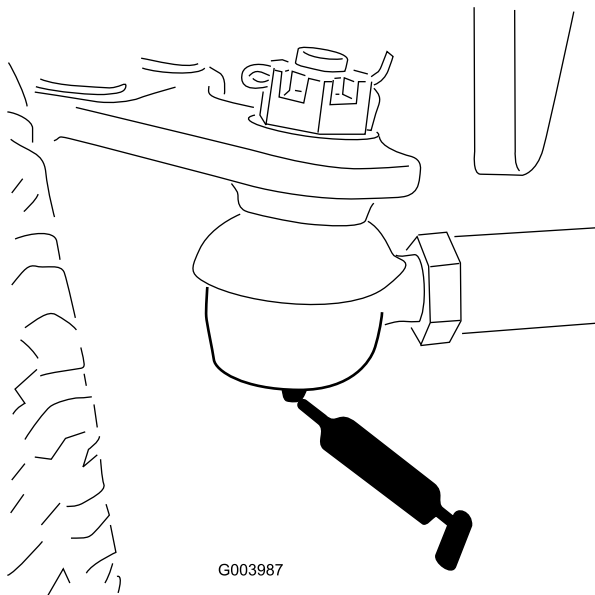

Bild 50
- Spurstange der Hinterachse (2) (Bild 50)